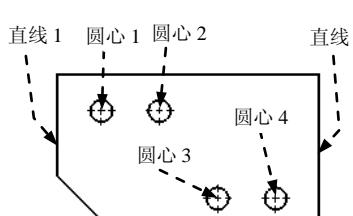

图 9.5.8 选取标注对象
Step3. 依次选取图 9.5.8 所示的直线 1、圆心 1、圆心 2、圆心 3、圆心 4 和直线 2。
Step3. 定义尺寸放置位置。在系统 **选择一个边线/顶点后再选择尺寸文字标注的位置** 的提示下，选取图 9.5.8 所示的直线 1，再选择合适的位置单击，以放置第一个尺寸。
Step4. 依次选取图 9.5.8 所示的圆心 1、圆心 2、圆心 3、圆心 4 和直线 2。